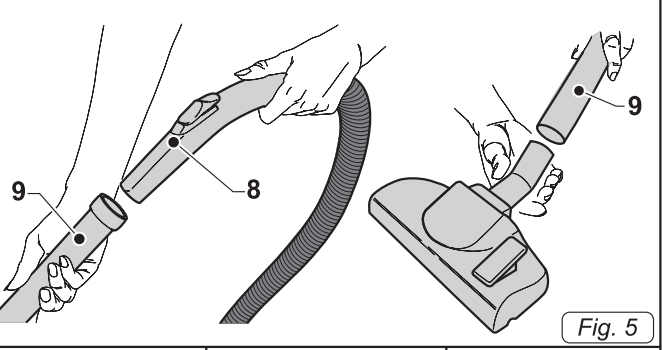

Fig. 5
- Agganciare all'impugnatura ergonomica (8 Fig.5) del tubo flessibile le prolunghe rigide (9 Fig.5).
- Agganciare alle prolunghe rigide (9 Fig.5) l'accessorio voluto (bocchetta di aspirazione, spazzola a pennello, bocchetta a lancia, spazzola multiuso, ecc..)